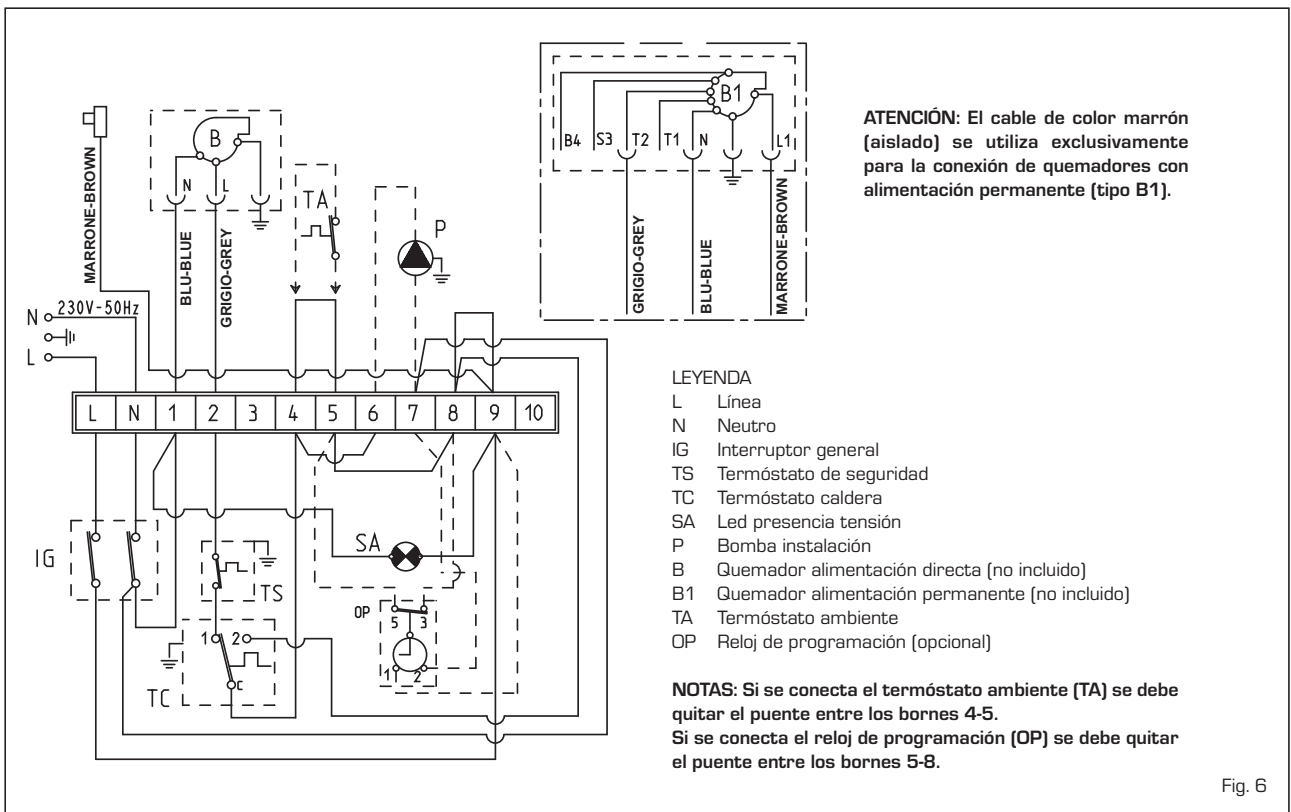

Fig. 6
El termostato ambiente es necesario para obtener una buena regulación de la temperatura ambiente y debe conectarse como indicado en la fig. 6.
- conectar los cables como indicado por el esquema (fig. 6/a).